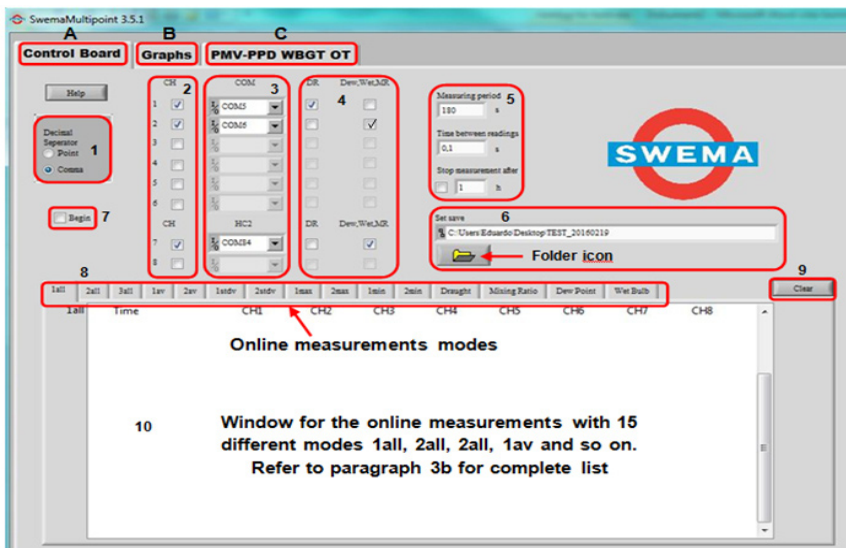

Fig.1
Välj i "Control Panel" (A i Fig.1)
1. Decimalseparator, Punkt eller Komma (1. Fig.1) Rekommendera Comma.
2. Välj kanaler för givarna (2. Fig.1), klicka på rutan till höger om kanalnumret. Kanal (CH) 1 till 6 för Swema 03/03 + och Swema 05, kanal (CH) 7 och 8 för fuktighet givare HC2A-S
3. Anslut en givare i taget och välj COM-porten eller USB-numret (3. Fig.1) som motsvarar givare. När du klickar på pilen (Ner) visas ett fönster med de aktiva portarna (COM) och ordet Uppdatera. Klicka på Uppdatera för att vara säker på att programmet identifierar COM-portarna och välj sedan någon av dem. Upprepa proceduren med de andra givarna. Varje COM-port är unik för varje givare. För den här handboken väljs följande kanaler: